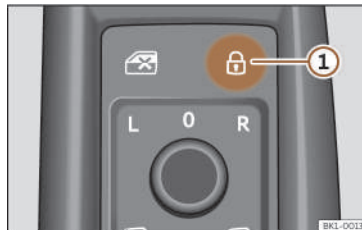

Fig. 69 Sulla porta del conducente: interruttore della chiusura centralizzata.
- Bloccare: premere il tasto >>> fig. 69.
- Sbloccare: premere nuovamente il tasto >>> fig. 69.